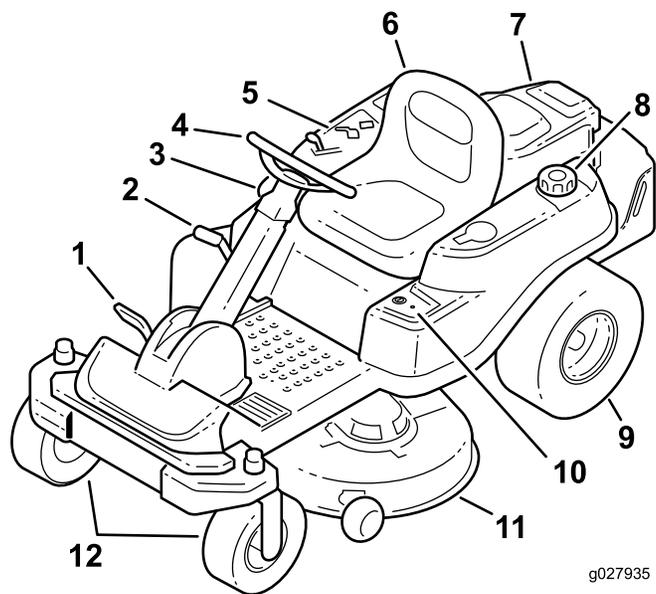
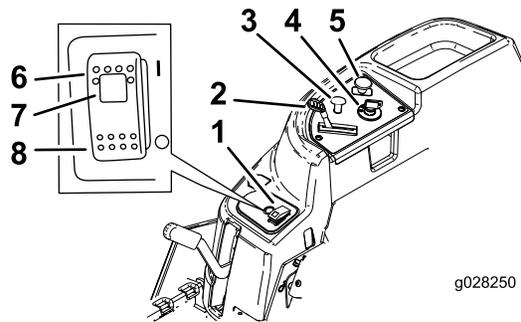

Figura 4
Figura 5
Antes de poner en marcha el motor y trabajar con la máquina, familiarícese con todos los controles en Figura 4 y Figura 5.
Utilice el estérter para poner en marcha el motor en frío. Tire del mando del estérter hacia arriba para activarlo. Presione el pomo del estérter hacia abajo para desactivarlo (Figura 5).
El acelerador controla la velocidad del motor y tiene un ajuste variable continuo de LENTO a RÁPIDO (Figura 5).
El mando de control de las cuchillas (TDF) engrana y desengrana la transmisión de potencia a las cuchillas del cortacésped (Figura 5).
- Al mover el interruptor Smart Park™ a la posición de CONECTADO (Figura 5).